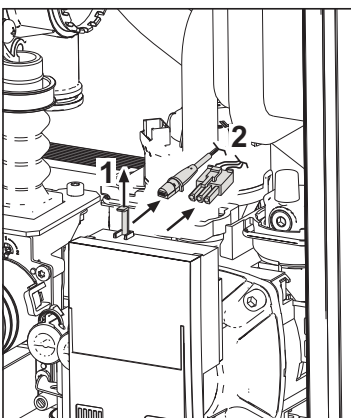

fig. 38
- Desconecte la electricidad de la bomba de circulación abriendo las conexiones y levantando el detalle "1" de fig. 38.